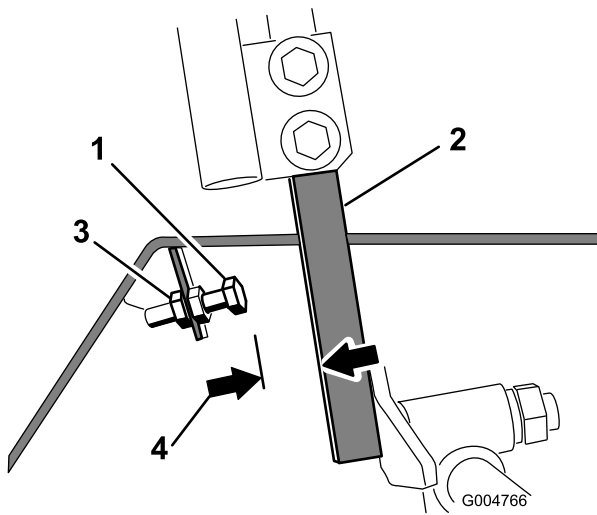

Bild 57
4. Lösen Sie die Klemmmutter an der Anschlagschraube für einen Fahrtriebshebel (Bild 57).